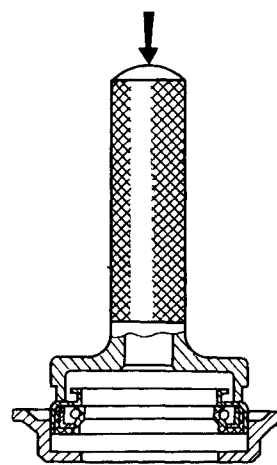

Рис. 61. Запрессовка сальника в крышку распределительных шестерен оправкой 5-У-27733
- проверить пригодность сальника, запрессованного в крышку распределительных шестерен, к дальнейшей работе. Если сальник имеет изношенные рабочие кромки или слабо охватывает ступицу шкива коленчатого вала, вставленную в сальник, заменить его новым. Запрессовку сальника в крышку рекомендуется производить при помощи оправки 5-У-27733, как показано на рис. 61;